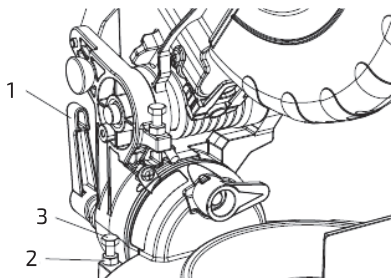

Рис. 14
1. Ослабить рукоятку блокировки наклона (1) и наклонить лапу режущего диска влево до упора (рис. 14).
3. Для регулировки установить наклон лапы режущего диска на 0°, ослабить контргайку (2) с помощью гаечного ключа 10 мм и повернуть регулировочный болт (3) соответствующим образом.
5. Повторять данные шаги, пока угол наклона между режущим диском и поворотным столом не составит 45°. Как только выравнивание будет достигнуто, затянуть контргайку (2), чтобы зафиксировать регулировочный болт (3).